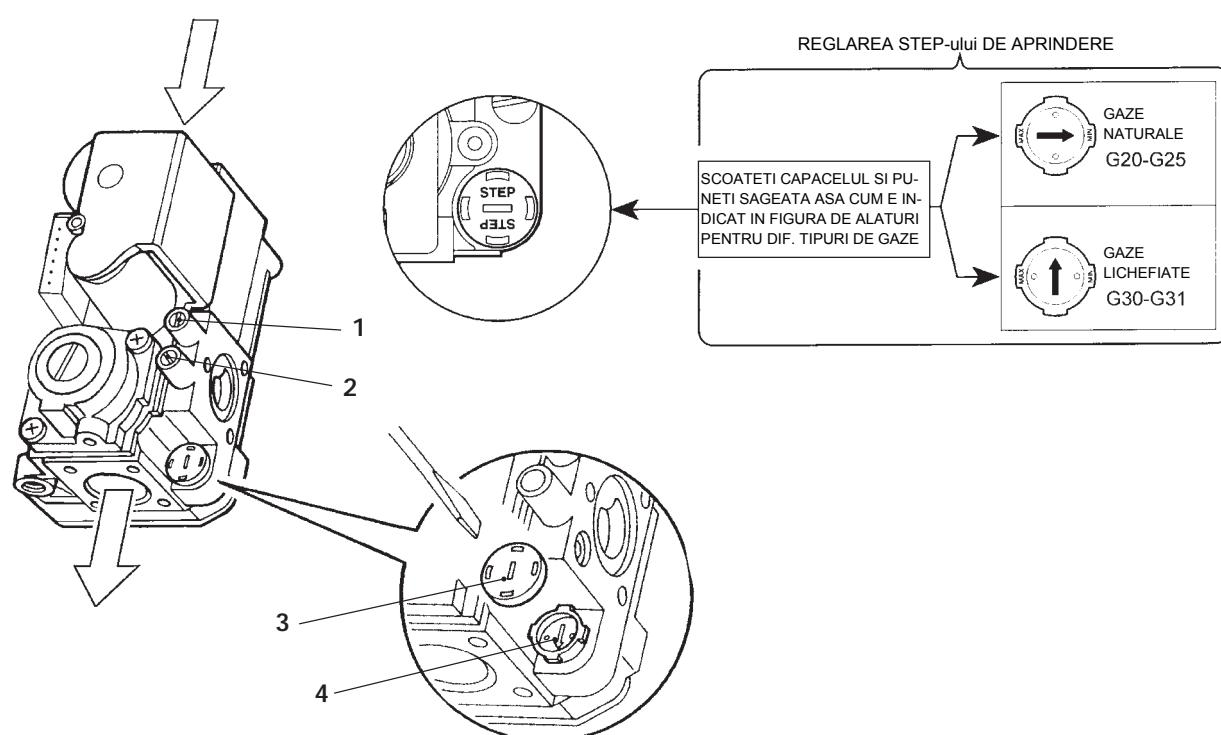

fig. 5
- 2 Scoateti de la valva de gaze capacelul de protectie 3 (fig. 5). Apoi cu o surubelnita fina reglati "STEP"-ul de aprindere pentru gazele dorite (G20-G25 sau G30-G31); puneti apoi capacelul la loc.